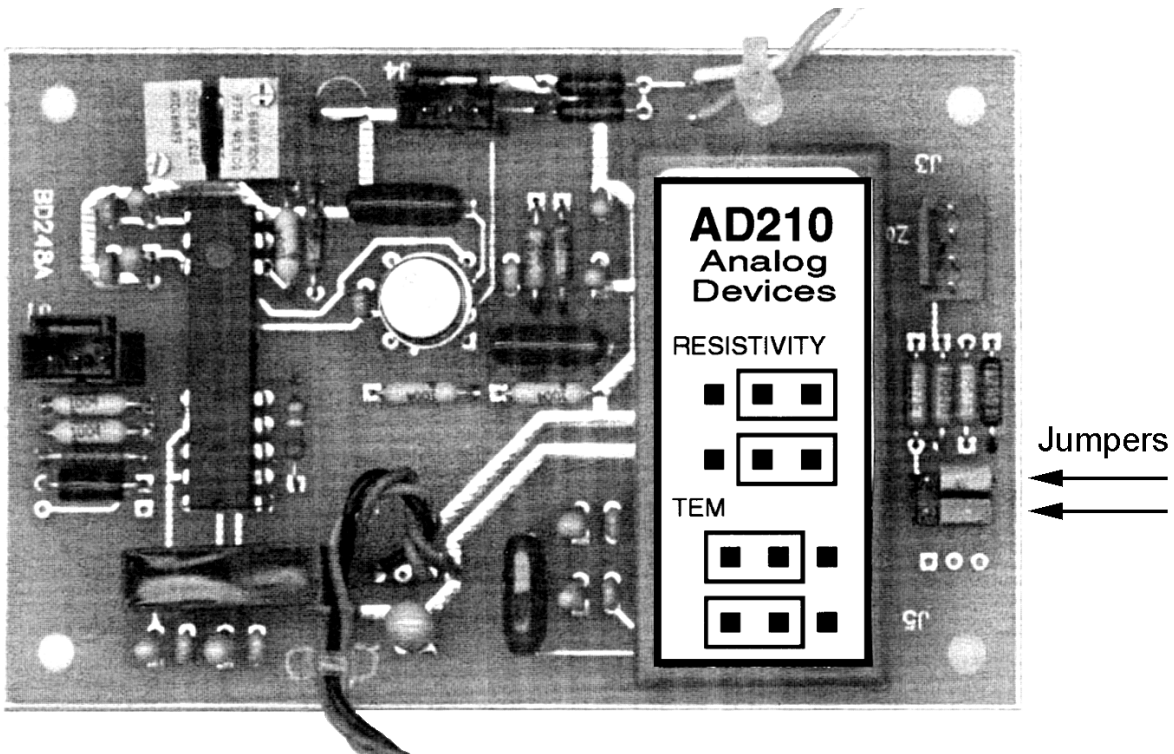

图 2 在板 248 上设置 jumper。
板 248 (图 2) 有两个设置。TEM 操作使用高电流, RESISTIVITY 操作使用高电压。请参见在 AD-210 isoamp 顶部的图表进行 jumper 设置。
- D) 再次检查手册上的图片来确保电线都连接正确（图 2）。